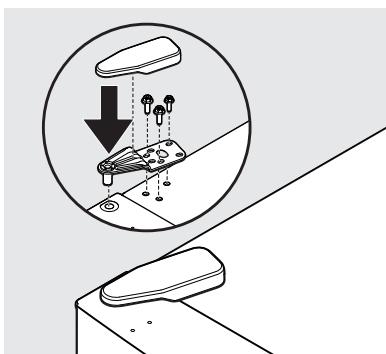

Figura 10
20. Use un destornillador Phillips™ o una llave de  $5/16"$  para asegurar la bisagra superior usando tres tornillos de  $5/16"$ . Vuelva a colocar la cubierta de la bisagra superior (vea la figura 10).